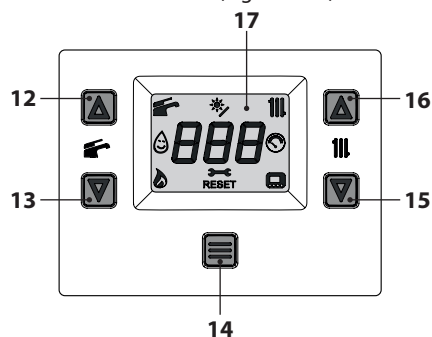

Figura 5.33
- Entrare in "modalità programmazione" premendo contemporaneamente per 5 secondi i tasti 13 e 15 (Figura 5.33) fino a far apparire sul
- Premere per 1 sec. il tasto 14 (Figura 5.33) per entrare nel parametro selezionato. Il display visualizzerà quanto segue (Figura 5.37).
- Premendo il tasto 14 (Figura 5.33) si ottiene la conferma del valore inserito. Il display visualizzerà per 5 sec. quanto segue (Figura 5.39) poi, si porterà al livello superiore.
- Premendo contemporaneamente i tasti 13 e 15 (Figura 5.33) si esce senza modificare il valore (ritorno al livello precedente).
- tenere premuti contemporaneamente i tasti 13 e 15 per 5 sec. (Figura 5.33) (ritorno al livello precedente).
Comunque se la temperatura ambiente non dovesse essere confortevole si può aumentare o diminuire la temperatura di mandata dell'impianto riscaldamento di $\pm 15^\circ\text{C}$ agendo sui tasti 15 (diminuzione) e 16 (aumento) (Figura 5.33).